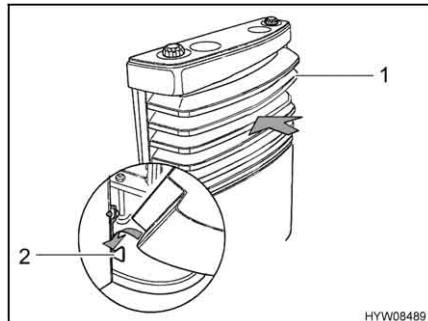

Fig. 106 Copertura del riscaldamento,
- Montare la copertura del riscaldamento. A tale scopo, collocare la copertura (Fig. 106,1) sui supporti inferiori (Fig. 106,2).